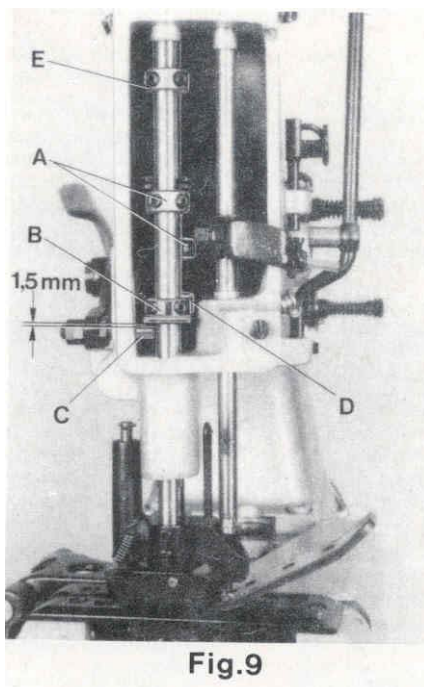
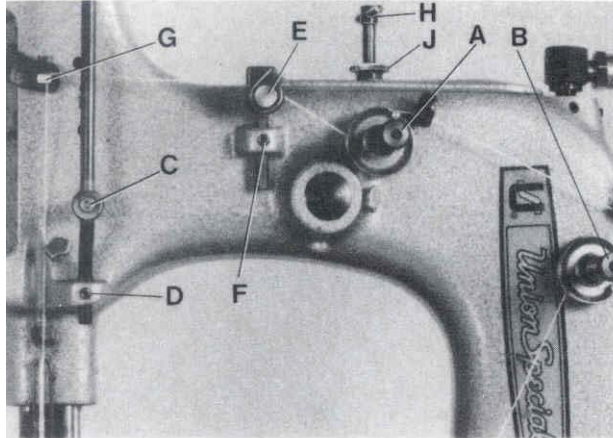
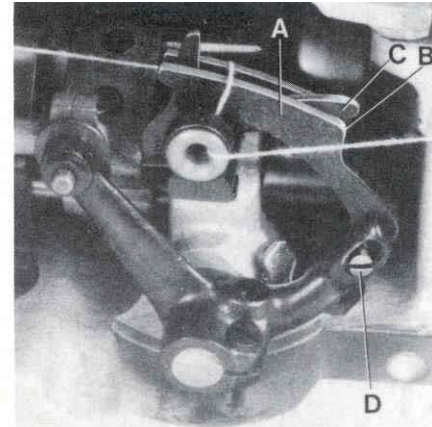

Fig.9
Fig.10
Fig.11
Rotate the pulley until the feed dog is below the throat plate. Remove the face cover left on machine arm and turn out the T-screw (H, Fig. 10) on the top of the machine arm, until it does not exert any pressure on the leaf springs. In this position, the pressure exerted on the presser foot, should be just strong enough to keep it flat on the throat plate. By relocating the collars (A, Fig. 9), which serve as a leaf spring rest, on the left and right presser bar, the pressure can be changed. Raising the collars increases the pressure, lowering the collars decreases the pressure.
Set the presser bar lifter collar (B, Fig. 9) on the left presser bar so, that there is a distance of approx. 1.5 mm (1/16 in.) between lifter lever stud (C) and lower surface of the lifter collar (B), when the presser foot rests on the throat plate (see Fig. 9). Set the collar (D) on the right presser bar close to the fork of the presser bar lifter collar (B) on the left presser bar.
The presser foot lift is limited with the upper stop collar (E, Fig. 9) on the left presser bar. When the needle is in its lowest position and the presser foot is lifted with presser foot bottom tilted up, the needle bar respectively needle clamp nut should not contact the presser foot bottom. Set collar (E) accordingly.
Now turn in T-screw (H, Fig. 10) until the necessary presser foot pressure for proper feeding is exerted (determine with sewing tests). Secure this setting with the knurled nut (J), which simultaneously fastens the upper arm cover. Remount the face cover.
The tension (A, Fig. 10) on the needle thread should be fairly strong to produce uniform stitches. On the two thread double locked stitch styles the tension (B) on the looper thread should be barely sufficient to steady it.
Gire el volante hasta que los dientes del transportador se encuentren debajo de la placa de la aguja. Remueva la tapa frontal en el brazo y aflove el tornillo (H, Fig. 10) en la parte superior de la maquina hasta que no haya mas presión en las ballestas. En esta posición la presión al pie es solamente para mantenerlo plano en la placa de la aguja. Moviendo los anillos (A, Fig. 9), que sirven como soporte para las ballestas, en la barra de presión izquierda y derecha, se puede modificar la presión. Subiendo los anillos aumenta la presión, bajando los anillos disminuye la presión.
Coloque el anillo (B, Fig. 9) para levantar la barra de presión en la barra izquierda en tal manera para que haya una distancia de aprox. 1.5 mm (1/16") entre el perno levantador (C) y la superficie inferior del anillo (B), cuando el pie reposa en la placa de aguja (vea Fig. 11). Coloque el anillo (D) en la barra derecha cerca a la horquilla del anillo (C) para levantar la barra de presión de la barra izquierda.
La altura del levantamiento del pie esta limitado por el anillo de parada (E, Fig. 9) en la barra de presión izquierda. Cuando la aguja este en su posición mas baja y el pie este levantado e inclinado hacia arriba, la barra de la aguja o la tuerca que fija la guía no deberían tocar la parte inferior del pie. Coloque el anillo (E) adecuadamente.
Ahora ajuste el tornillo con forma de „T“ (H, Fig. 10), para conseguir la presión necesaria para una alimentación optima (determine esto con pruebas de costura). Asegure este ajuste con la tuerca (J), que al mismo tiempo fija la tapa superior del brazo. Coloque otra vez la tapa frontal.
El tensor (A, Fig. 10) del hilo de la aguja debería ser ajustado de tal manera que la tensión del hilo de la aguja produzca unas puntadas uniformes. En los estilos con costura de doble cadeneta de dos hilos, el tensor (B) debe ser ajustado apenas lo suficiente para mantener la costura.
On the two thread double locked stitch styles, the height of the looper thread take-up (A, Fig. 11) is set so, that the cast-off hook (C) forces the looper thread over the corner (B) of the looper thread take-up (A) at the time the point of the descending needle is flush with the lower edge at looper or projects up to 1 mm (.040") below the lower edge of looper. Draw the looper thread into the machine, rotate pulley in operating direction and note the position of the needle point to lower edge of looper at the time the cast-off (C) forces the looper thread over the corner (B).
For setting the looper thread take-up loosen screw (D, Fig. 11).
On the two thread double locked stitch styles 80800C, E, H and HA, the height of the needle thread take-up roller (C, Fig. 10) is set so that the needle thread on the downstroke of the needle just contacts the roll at the time the needle thread loop is released from the looper. Loosen screw (D) and set the needle thread take-up roller accordingly. Retighten screw (D).
On all styles the eyelet (E, Fig. 10) should be positioned so, that the needle thread runs nearly horizontal, parallel to cloth plate, between eyelet (G) on needle bar connection and eyelet (E) on machine arm, when the needle is in its upmost position. Eyelet (E) is secured by screw (F).
En las maquinas de costura de doble cadeneta de dos hilos, se ajusta la altura del alimentador del hilo del looper (A, Fig. 11) en tal manera que el gancho (C) del alimentador del hilo del looper suelte el hilo sobre el canto (B) del alimentador (A) en el momento cuando la punta de la aguja coincide con el borde inferior del looper o pase hasta 1 mm (.040") debajo el borde inferior del borde del looper. Enhebre el hilo del looper, gire el volante en sentido de operación y memorice la posición de la punta de la aguja referente al looper en el momento cuando el gancho del alimentador (C) suelte el hilo sobre el canto (B).
Para ajustar el alimentador del hilo del looper suelte el tornillo (D, Fig. 11). Si la punta de la aguja se encuentra por encima del borde inferior del looper, hay que ajustar el alimentador (A) hacia arriba. Si la punta de la aguja se encuentra más que 1 mm por debajo del borde inferior del looper, hay que bajar el alimentador (A) adecuadamente. Apriete el tornillo (D) otra vez.
En las maquinas de costura de doble cadeneta 80800C, E y HA, la altura del rodillo (C, Fig. 10) del alimentador del hilo de la aguja esta fijado de manera tal, que el hilo durante el movimiento de la aguja hacia abajo solamente toque el rodillo en el mismo momento cuando el looper suelte el lazo del hilo de la aguja. Suelte el tornillo (D) y ajuste el rodillo del alimentador del hilo de la aguja adecuadamente. Apriete el tornillo (D) otra vez.
En todos los estilos el ojete (E, Fig. 10) debería ser puesto para que el hilo de la aguja se mueva casi en forma horizontal, paralelamente a la tapa principal de la maquina, entre el ojete (G) en la conexión de la barra de la aguja y el ojete (E) en el brazo de la maquina, cuando la aguja se encuentre en su posición mas alta. Asegure el ojete (E) con el tornillo (F).